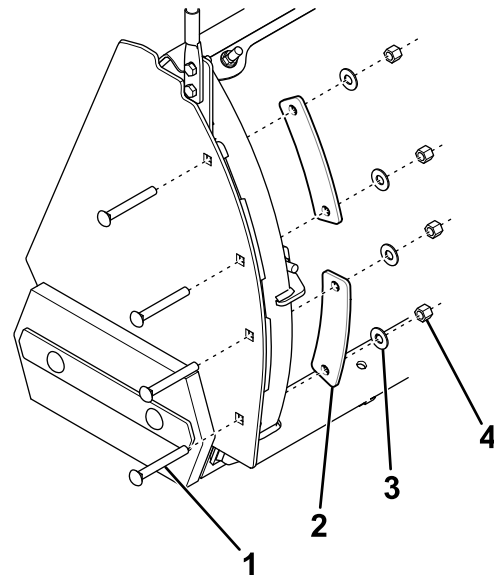

Figura 2
4. Sujete la placa lateral provisionalmente a la costilla de la pala usando 2 placas de refuerzo, 4 pernos, arandelas y contratuercas (Figura 2).